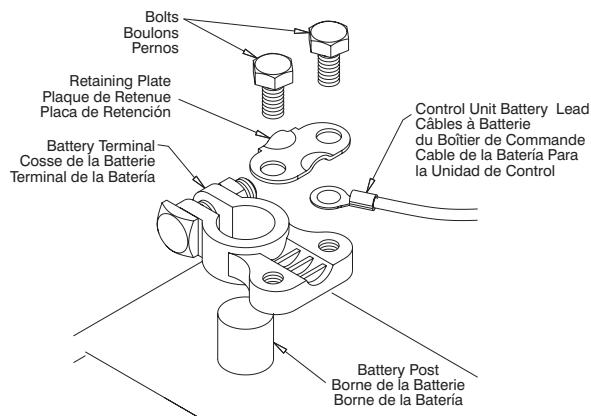

Figure 7
10. Attach the ring terminals of the red and black leads from the control unit to the battery terminals, as shown in Figure 7. Then attach the battery terminal with the red lead to the positive (+) battery post and attach the battery terminal with the black lead to the negative (-) battery post. Make sure all connection are tight. NOTE: If the leads are connected to the wrong terminals, the "LEADS REVERSED" indicator light on the control unit will illuminate. If this happens, the leads need to be reversed, such that the red lead connects to positive (+) and the black lead connects to the negative (-). Close the battery box and secure the cover with the provided safety closure strap.
10. Fixer les cosses à anneaux des câbles rouge et noir du boîtier de commande aux cosses de la batterie, tel qu'illustré à la Figure 7. Relier la cosse de la batterie avec le câble rouge à la borne positive (+) de la batterie et la cosse de la batterie avec le câble noir à la borne négative (-) de la batterie. S'assurer que toutes les connexions sont bien serrées. REMARQUE: Si les câbles sont connectés aux mauvaises cosses, le voyant lumineux " LEADS REVERSED " du boîtier de commande s'allumera. Si la polarité n'est pas bonne, les connexions ont besoin d'être inversées, de façon que la connexion rouge se raccorde au branchement positif (+) et la connexion noire se raccorde au branchement négatif (-). Fermer l'enceinte de batterie et fixer le couvercle avec l'attache de sécurité fournie.